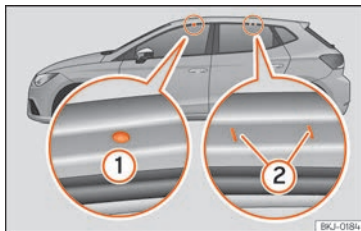

Fig. 168 Punti di fissaggio delle barre longitudinali per il portapacchi sul tetto.
I punti di fissaggio anteriori e posteriori ① e ② sono visibili soltanto se le porte sono aperte » **fig. 168.**